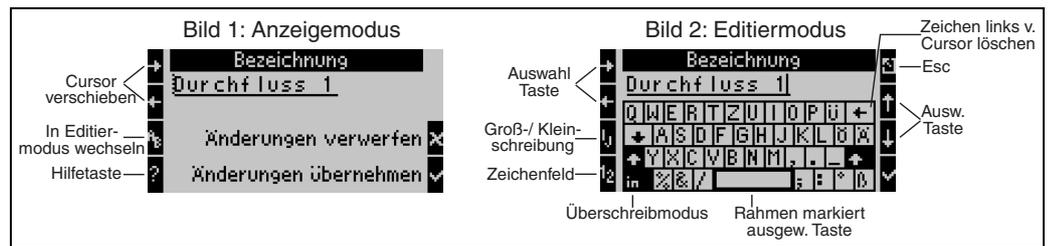

Abb. 15: Bsp.: Editieren einer Bezeichnung mit Palmtastatur
1. Mit Pfeiltasten Cursor rechts vor das Zeichen bewegen, vor dem ein Zeichen eingefügt werden soll. Falls der gesamte Text gelöscht und neu geschrieben werden soll, Cursor ganz nach rechts verschieben. (s. Abb. 15, Bild 1)
3. Mit ij/IJ und 1/2 Taste Tastenfeld mit Groß-/Kleinbuchstaben oder Zahlen wählen. (s. Abb. 15, Bild 2)
4. Mit Pfeiltasten gewünschte Taste auswählen und mit dem Haken bestätigen. Falls Sie Text löschen wollen, Taste ganz rechts oben wählen. (s. Abb. 15, Bild 2)
6. Esc-Taste drücken, um von Editiermodus in den Anzeigemodus zu wechseln und Änderung mit Haken Taste übernehmen. (s. Abb. 15, Bild1)
- Im Editiermodus (s. Abb. 15, Bild 2) lässt sich der Cursor nicht bewegen! Wechseln Sie mit der Esc-Taste ins vorhergehende Fenster (s. Abb. 15, Bild 1) um den Cursor auf das Zeichen zu ziehen, welches geändert werden soll. Dann wieder AB Taste betätigen.